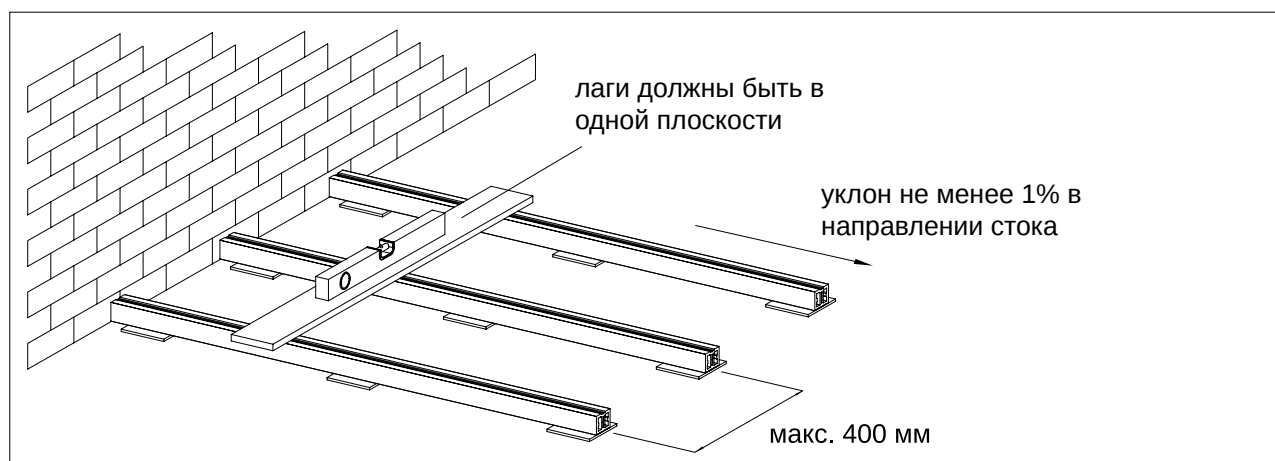

Рис. 4
- Предусмотрите уклон основания под настилом не менее 1% (1 см на 1 пог. м), в направлении стока (рис. 4). Под настилом должен быть предусмотрен хороший сток или система дренажа дождевой и талой воды;
- Настил из SW Ulmus (S) должен быть защищен от прямого попадания осадков во избежание скопления воды в швах.